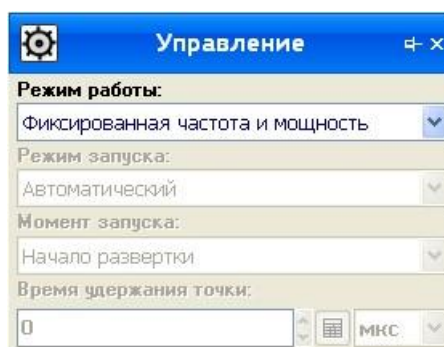

Рисунок 7.1 – Вкладка «Режим работы»
7.2.1 Установка режимов работы проводится во вкладке «Управление» панели управления (рисунок 7.1).